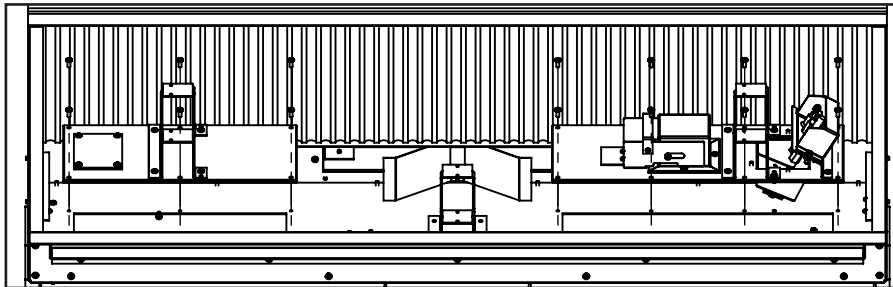

Figure 20. Removing Access Door
2. Déposer les (14) T-20 boulons retenant les panneaux d'accès comme illustré à la Figure 20.